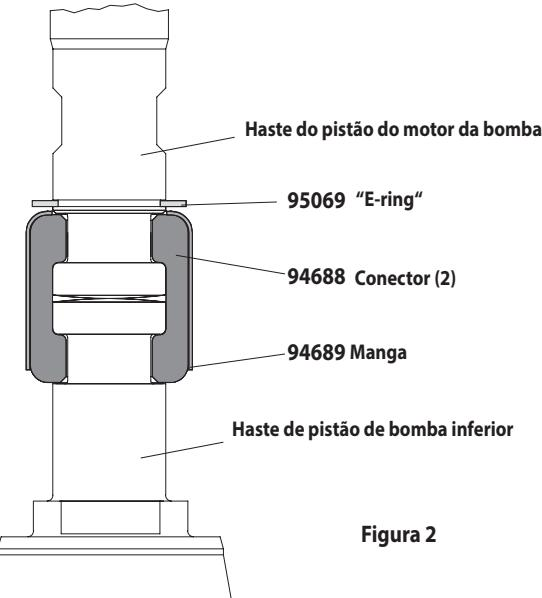

Figura 2
- Usando o anel e alicates, deslize o (95069) "E-ring" acima distante o suficiente para permitir que a manga mover para cima e solte os dois conectores (Ver Figura 2). Pôr de lado o motor de ar.